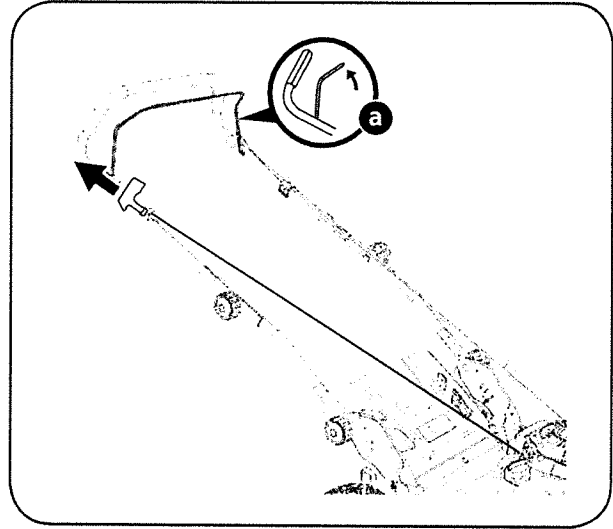

Figura 11
1. Colóquese detrás de la podadora, apriete la manija de control de la cuchilla y sosténgala contra la manija superior. (Figura 11).